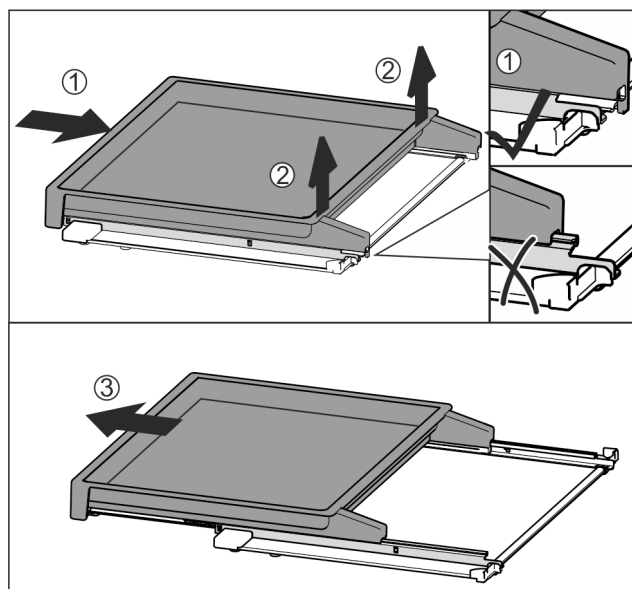

Fig. 112
- Introduzca por completo el estante extraíble Fig. 112 (1).
- Suelte el enganche en el lado trasero Fig. 112 (2).
- Retire el estante extraíble hacia adelante Fig. 112 (3).